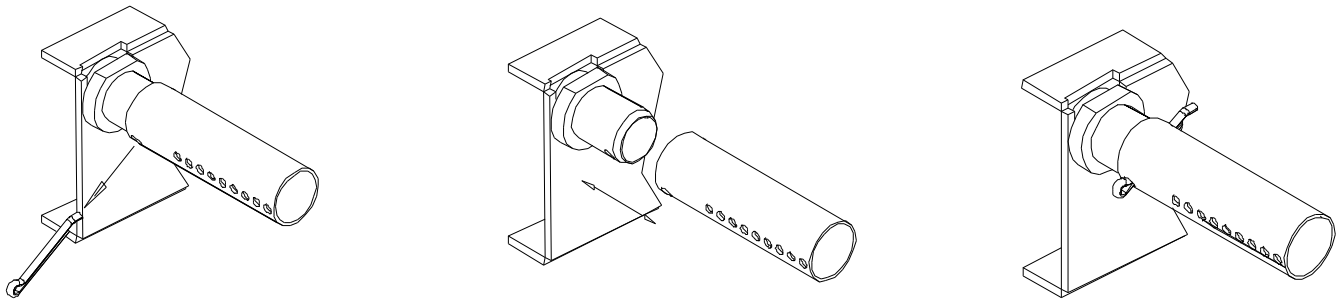

Figure 4.5
4.5 Remplacement des tubes d'air secondaire (consultez la Figure 4.5)